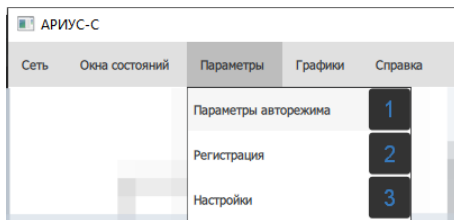

Рисунок 10 - Раздел «Параметры»
Для редактирования параметров авторежима необходимо воспользоваться разделом «Параметры» и выбрать строку «Параметры авторежима» (1) (см. рис. 10).
Для регистрации детали до/после сварки необходимо выбрать строку «Регистрация» (2). Для изменения интервала опроса ПЛК - выбрать строку «Настройки» (3) (см. рис. 10).